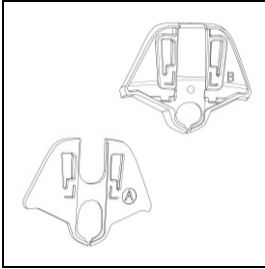

Fig. 1
- Välj den lämpligaste adaptern för skalformen i enlighet med din hjälmmodell (fig. 1).